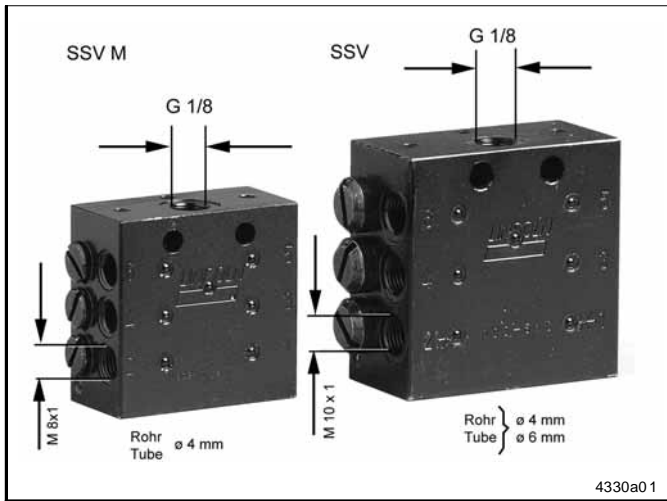

Fig. 11 Différences entre les doseurs SSV M et les doseurs SSV
- Les doseurs progressifs SSV M et SSV fonctionnent de manière identique. A part leurs dimensions différentes (voir au chapitre « Dimensions »), ils se distinguent comme suit (voir également la fig. 11) :